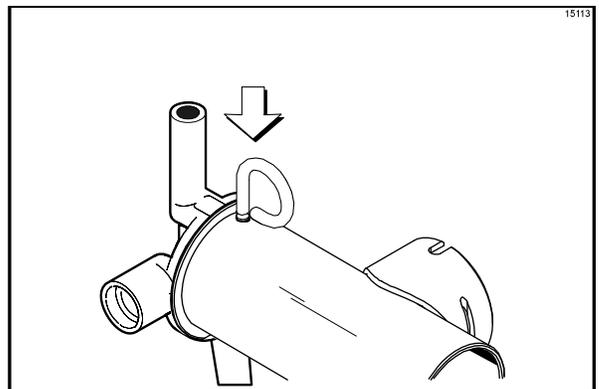

Figura 151
9. Sujete las piezas de la bomba en la posición correcta, introduciendo el pasador de retención por los orificios transversales localizados en un extremo del cilindro de la bomba. (Vea la figura 151).